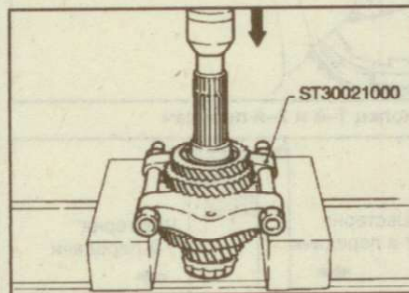

Рис. 9.225. Выпрессовка вторичного вала с шестерни 3-й передачи и шестерни 2-й передачи
5. Выпрессуйте вторичный вал с шестерни 3-й и шестерни 2-й передачи (рис. 9.225).